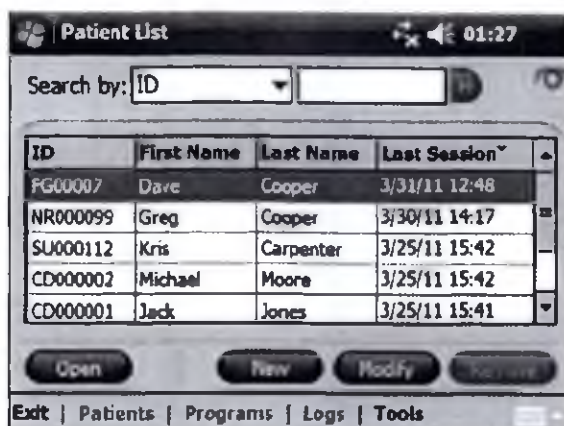

Рис. 8-13 Окно списка пациентов
1. Выберите запись пациента из списка пациентов и нажмите Открыть или Создать, чтобы создать новую запись пациента. См. рисунок 8-13.